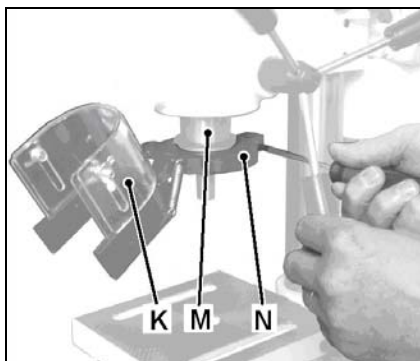

Рис. 2
Установите защиту патрона (K, Рис. 2) на сверлильную пинюль (M), прежде чем монтировать патрон.